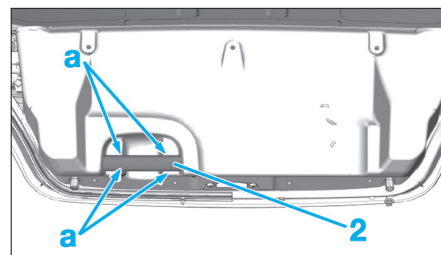

Fig. 109
- Déclipper l'enjoliveur (2) en "a" (Fig.109) puis le déposer.